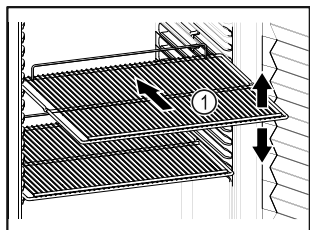

Fig. 59 Vejledende illustration
- Tilpas højden, når bæreristene Fig. 59 (1) kan flyttes.